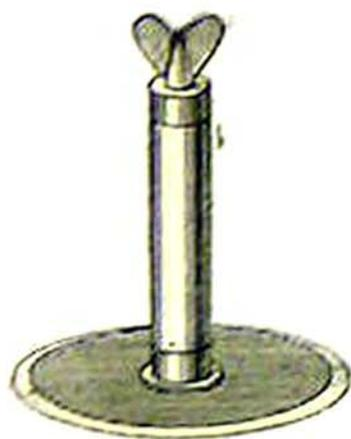

Рис. 14. Дисковый нож
**Дисковый нож.** Если трудно изготовить гобельный станок, можно ограничиться одним дисковым ножом (рис. 14), которым при некотором навыке можно обрезать книги не хуже, чем гобелем. Дисковый нож («солнышко») имеет те же размеры и ту же конструкцию соединения со стержнем, как и гобель, с тем лишь отличием, что стержень его делается на 2—3 см длиннее и на него насаживается деревянная ручка, за которую берут дисковый нож при работе. Ручка на стержне крепится гайкой-барашком. При обрезке книги дисковым ножом ее также зажимают в прессе.